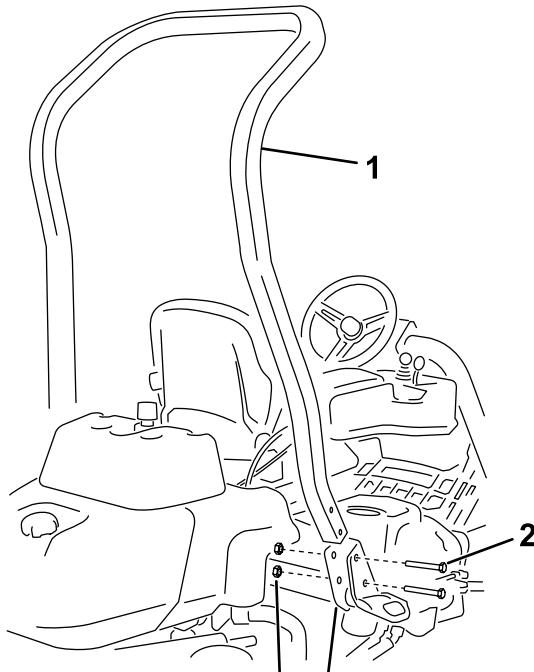

Bild 3
3. Befestigen Sie den Überrollbügel mit vier Schrauben ($\frac{1}{2}$ " x $3\frac{3}{4}$ ") und vier Bundmuttern ($\frac{1}{2}$ ") an den Halterungen für den Überrollsitz an jeder Seite der Maschine, wie in Bild 3 abgebildet.